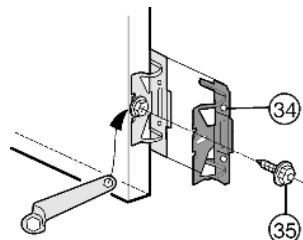

Fig. 11
- ▶ Avvitare tutte le squadrette di fissaggio Fig. 11 (34) con la vite a testa esagonale Fig. 11 (35) sui fori predisposti nella porta dell'apparecchio.
- ▶ montare una terza coppia di squadrette di fissaggio Fig. 11 (34).